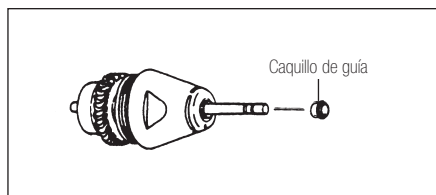

Fig.14
- 2) Coloque la guía más larga del casquillo de guía sobre el extremo del vástago del rotor, primero junto con la fresa de prueba (Fig.14).